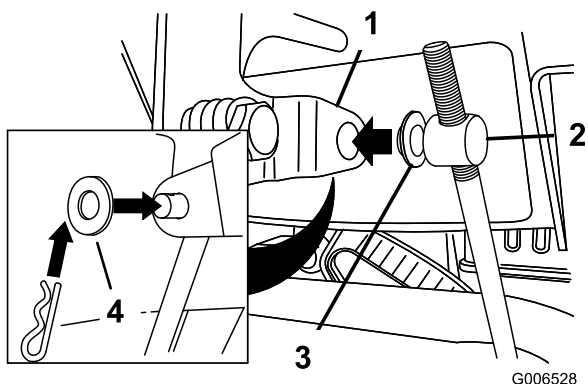

Рисунок 5
3. Установите плоскую шайбу на цапфу (Рисунок 5).
6. Поднимите шток управления скоростью и вставьте цапфу в отверстие рычага переключения скоростей (Рисунок 5).
- B. Отсоедините цапфу от рычага переключения скоростей (Рисунок 5).
- C. Поверните цапфу на штоке управления скоростями вниз (по часовой стрелке) (Рисунок 5).